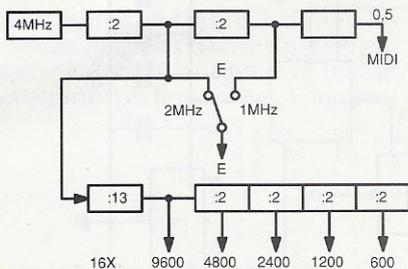

Figure 6 : plan de fréquence du générateur d'horloge en partant de 4 MHz.
■ Figure 6 : une graduation toute faite à reprendre
Afin d'aider à la finition, la figure 6 propose la double graduation à l'échelle 1 entourant les LED. Une photocopie recouverte d'un morceau de ruban adhésif et collée avec du double face fin permettra d'obtenir le même résultat que sur notre prototype.
FA.LMC (fig. 6, 540 lignes)
La figure 6 résume les différentes divisions de la fréquence de référence pour obtenir les valeurs nécessaires. La configuration MIDI constitue le cas le plus simple. Le 4 MHz est divisé par quatre pour donner 1 MHz, c'est la valeur de E pour les 6850 bas de gamme (ni A ni B) ; on pourra passer à 2 MHz, avec les versions A ou B. Le mégahertz